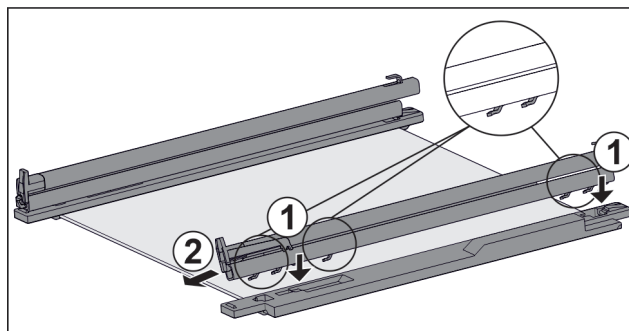

Fig. 48 Sklenená doska s koľajničkami a prídržnými dielmi
- Nasadte háky koľajničky na otvory **ľavého** prídržného dielu. Fig. 48 (1)
- Potiahnite koľajničku dopredu. Fig. 48 (2)
- Nasadte háky koľajničky na otvory **pravého** prídržného dielu. Fig. 48 (1)